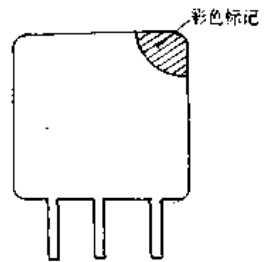
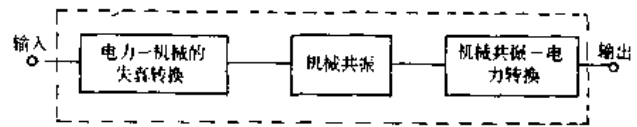

图 19-10
图 19-11
10.7MHz 压电陶瓷滤波器是为了适应音响收音部分的高性能化,增强可靠性、稳定性而设置的。它用作收音部分中频放大的选择网络,它的外形如图 19-10 所示,内部原理方框如图 19-11 所示。陶瓷滤波器用钛酸锆盐或钛酸钡等压电陶瓷来作为电力—机械转换元件。陶瓷滤波器频带宽、选择特性陡峭、无需调整。